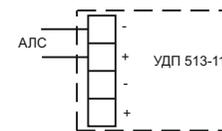

Рисунок 3
6.10 Подключить провода АЛС к клеммным соединителям (положительный провод АЛС – к клеммным соединителям с маркировкой «+», отрицательный – к клеммным соединителям с маркировкой «-») (Рисунок 3). УДП подключается к прибору при помощи двухпроводной АЛС с номинальным сечением проводов от 0,35 до 1,5 мм2.